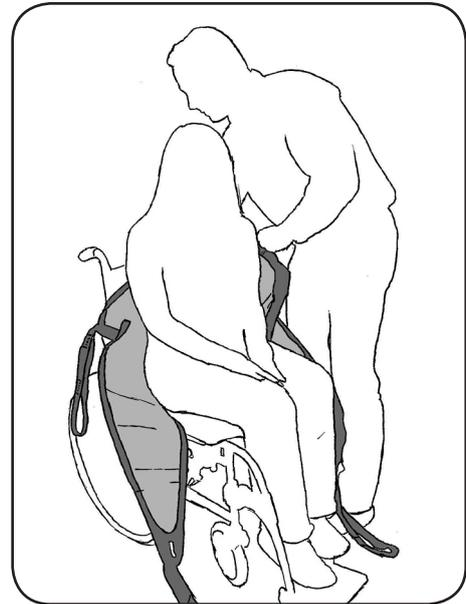

Abb. 8.3.01 – Liftergurt zwischen Patient und Sitzfläche positioniert
4. Schieben Sie den Liftergurt mit dem Mittelteil so weit wie möglich unter die Sitzfläche des Patienten (Abbildung 8.3.01). Achten Sie darauf, dass die Beinstützen jeweils rechts und links von den Beinen des Patienten liegen und nicht verdreht sind.